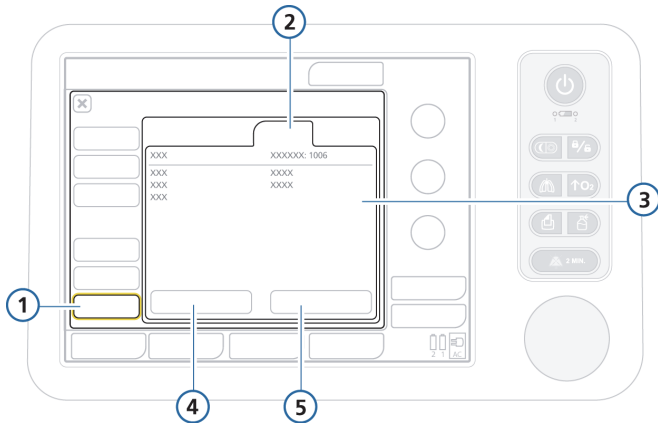

Figura G-16. Guia Opções SW
- ▶ Na janela Configuração, toque no botão **Opções**. A janela **Opções SW** será exibida. Consulte a Figura G-16.
1. Na janela Configuração, toque no botão **Opções**. A janela Opções SW será exibida. Consulte a Figura G-16.